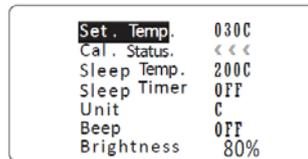

图9
3.5 当 Cal. Status 显示“<<<<”(见图9), 表示焊台温度向下调整已经达到限制或校温幅度过大, 出于机器安全考虑, 此时无法再继续向下调整温度, 但可向上调整。